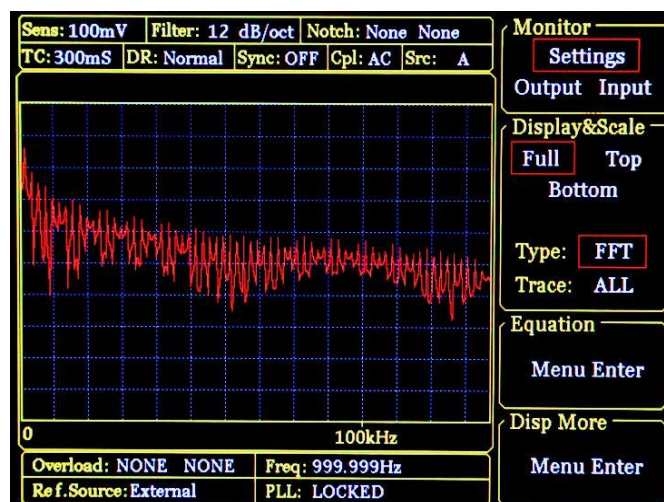

图 28. <Full>-<FFT>显示
3)<FFT> : 频谱图, 通过 FFT (快速傅里叶变换) 计算输入信号的频谱信息并显示。如图 28 所示。